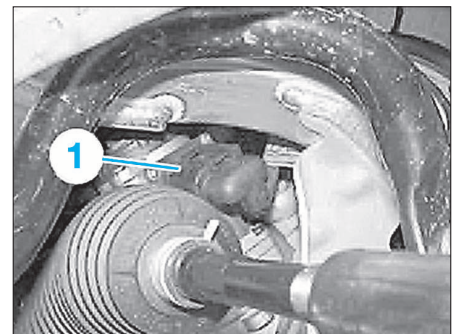

FIG. 12
- débrancher le connecteur (1) et dégager le câble de raccordement sur le côté (Fig.12).